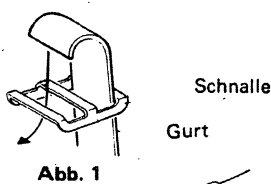

Abb. 1
- 1) Die Schnalle wie in Abb. 1 gezeigt auf den Gurt schieben.